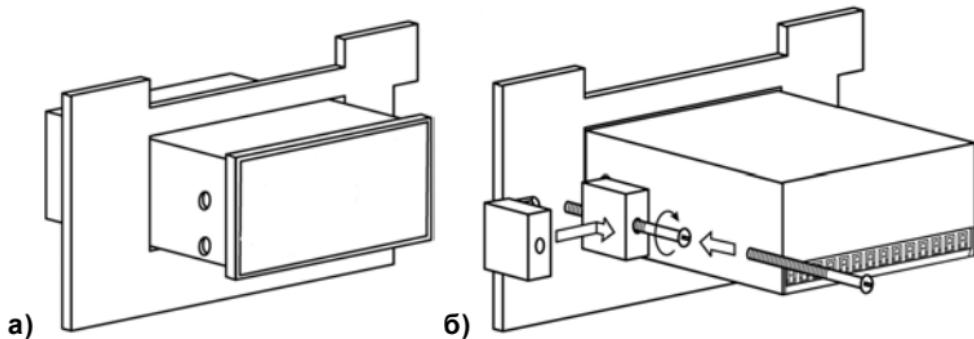

Рисунок 5.3 - Монтаж прибора щитового исполнения
- 1) Вставить прибор в специально подготовленное отверстие на лицевой панели щита (см. Приложение А и рисунок 5.3, а).
- 2) Вставить фиксаторы из комплекта поставки в отверстия на боковых стенках прибора (рисунок 5.3, б).